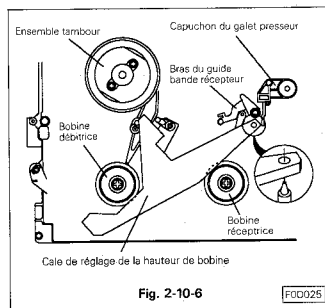

Fig. 2-10-6
- J. Installer la cale de réglage (réf: 859C342020) en position de référence sur la platine principale. (Voir Fig. 2-10-6)
- E. Installer la cale de réglage (réf: 859C342020) en position de référence sur la platine principale voir Fig. 2-10-6.